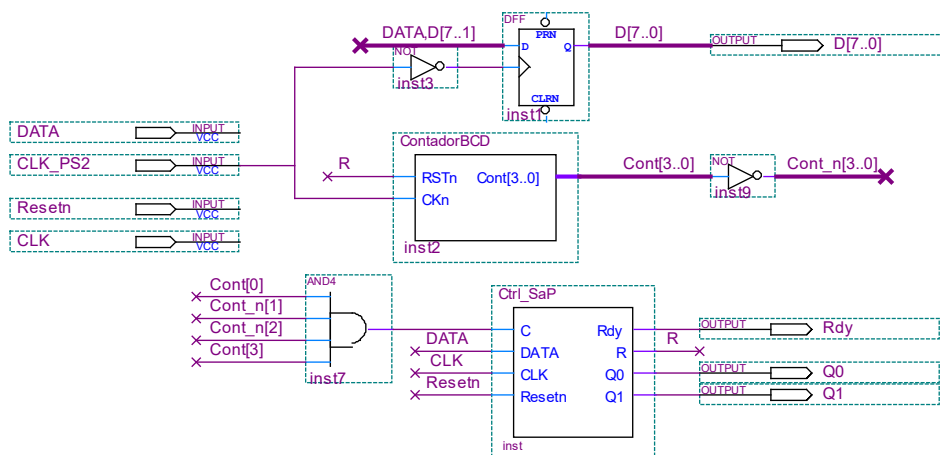

Figura 7. Circuito del convertor SaP_PS2
El circuito **SaP_PS2** de la figura 7, se encarga de convertir el dato enviado por el teclado, de serie a paralelo, sin chequear la paridad, indicando que la salida **D[7..0]** es válida con un pulso a 1 de un período de CLK de duración en la señal **Rdy**. Este circuito está compuesto por **ContadorBCD**, un registro de corrimiento de 8 bits, **Ctrl_SaP** y compuertas.
Ctrl_SaP es un circuito que se encarga de indicar en qué momento la salida del registro de corrimiento contiene un dato convertido de serie a paralelo válido. Este cuenta con dos entradas, **DATA** y **C**, y tres salidas **Rdy**, **R** y **Q[1..0]**. La entrada **C** y la salida **R** son utilizadas para manejar el contador como indica la figura 7. **Ctrl_SaP** funciona de la siguiente forma:
- Estudiar el circuito de la figura 7.